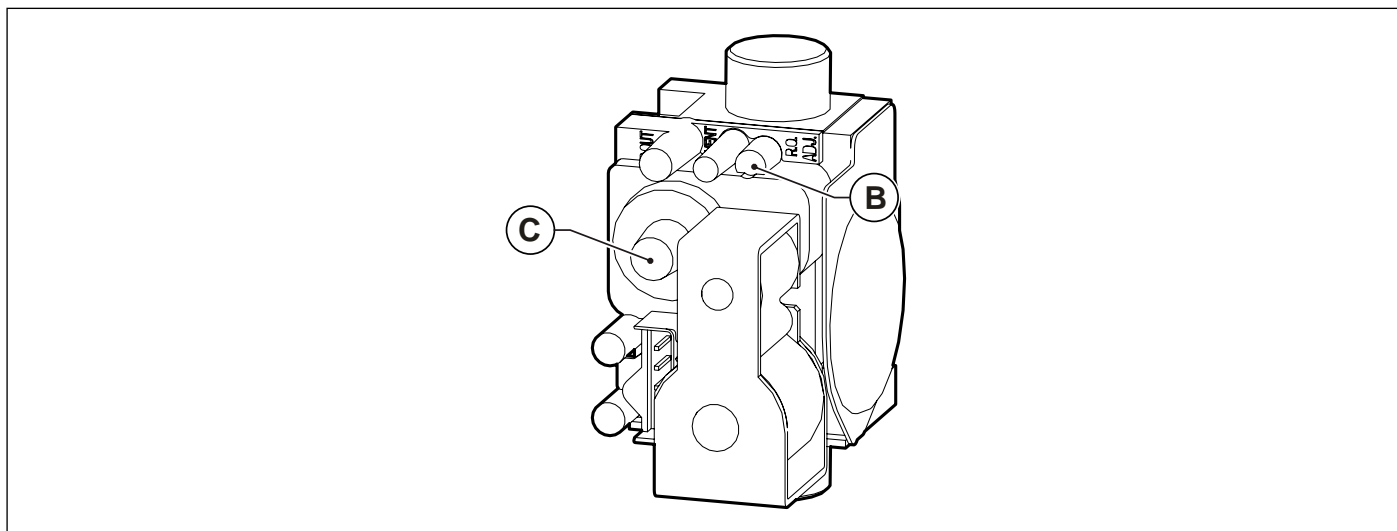

Рис. 36 Регулировка уровни содержания углекислого газа KR 45 - KR 60
- Отрегулировать уровень содержания углекислого газа (CO₂) в дымовых газах с помощью соответствующего регулятора **B** (смотри Рис. 36 Регулировка уровни содержания углекислого газа KR 45 - KR 60и удостовериться, что его величина находится в пределах, указанных в Табл. 1 Тарировочные данные KR 45 и Табл. 2 Тарировочные данные KR 60.
- Отрегулировать уровень содержания углекислого газа (CO₂) в дымовых газах, вращая регулятор «offset» **C** (смотри Рис. 36 Регулировка уровни содержания углекислого газа KR 45 - KR 60и удостовериться, что его величина находится в пределах, указанных в Табл. 1 Тарировочные данные KR 45 и Табл. 2 Тарировочные данные KR 60.